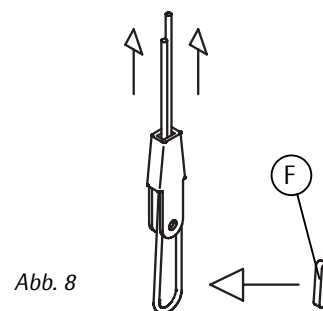

Abb. 8
- (3) Hemmkeil (F) in Schlaufe einlegen und Schlinge mit dem Hemmkeil kräftig zuziehen, bis Seil im Schloß festsetzt (Abb.8)
- (4) Seilschellen befestigen: U-Bogen (G) um Seil legen, Gegenstück (H) aufschieben und mit Muttern (J) festziehen